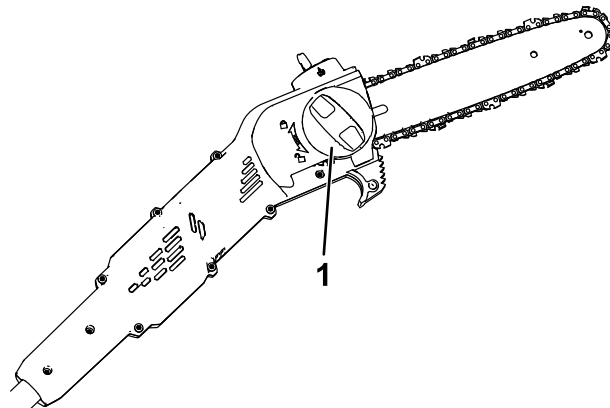
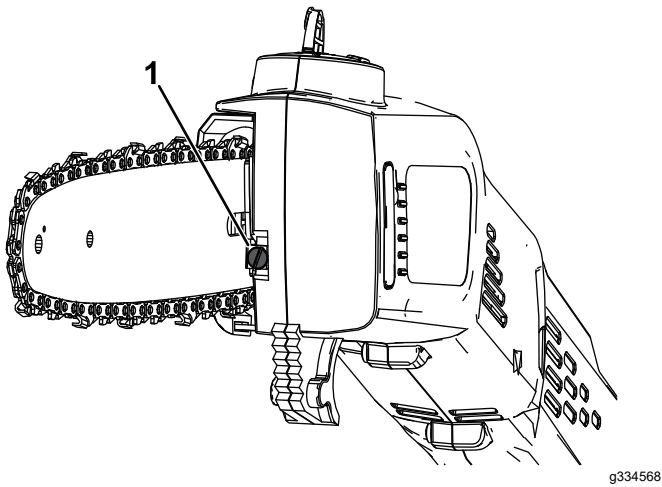

Figura 17
Figura 18
4. Gire el pomo de la cubierta en sentido antihorario para aflojar la cubierta, pero no la retire (Figura 17).
5. Ajuste la tensión de la cadena usando el tornillo tensor de la cadena (Figura 18), y luego sujete la cubierta lateral a la sierra de pértiga girando el pomo de la cubierta en sentido horario antes de comprobar la tensión (Figura 17).
3. Afloje la cadena girando el tornillo de apriete de la cadena en sentido antihorario (Figura 18).